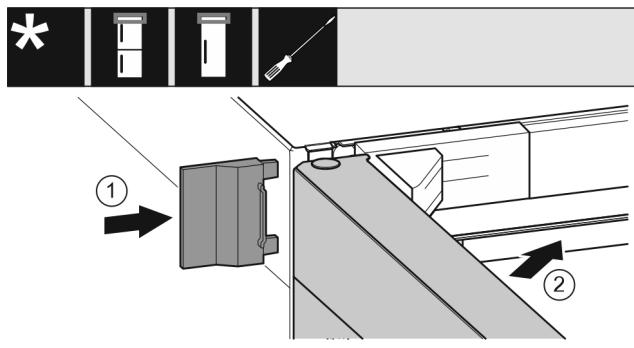

Fig. 20
- ▶ 插入外盖。Fig. 20 (1)
- ▶ 关闭冰箱上方门。Fig. 20 (2)